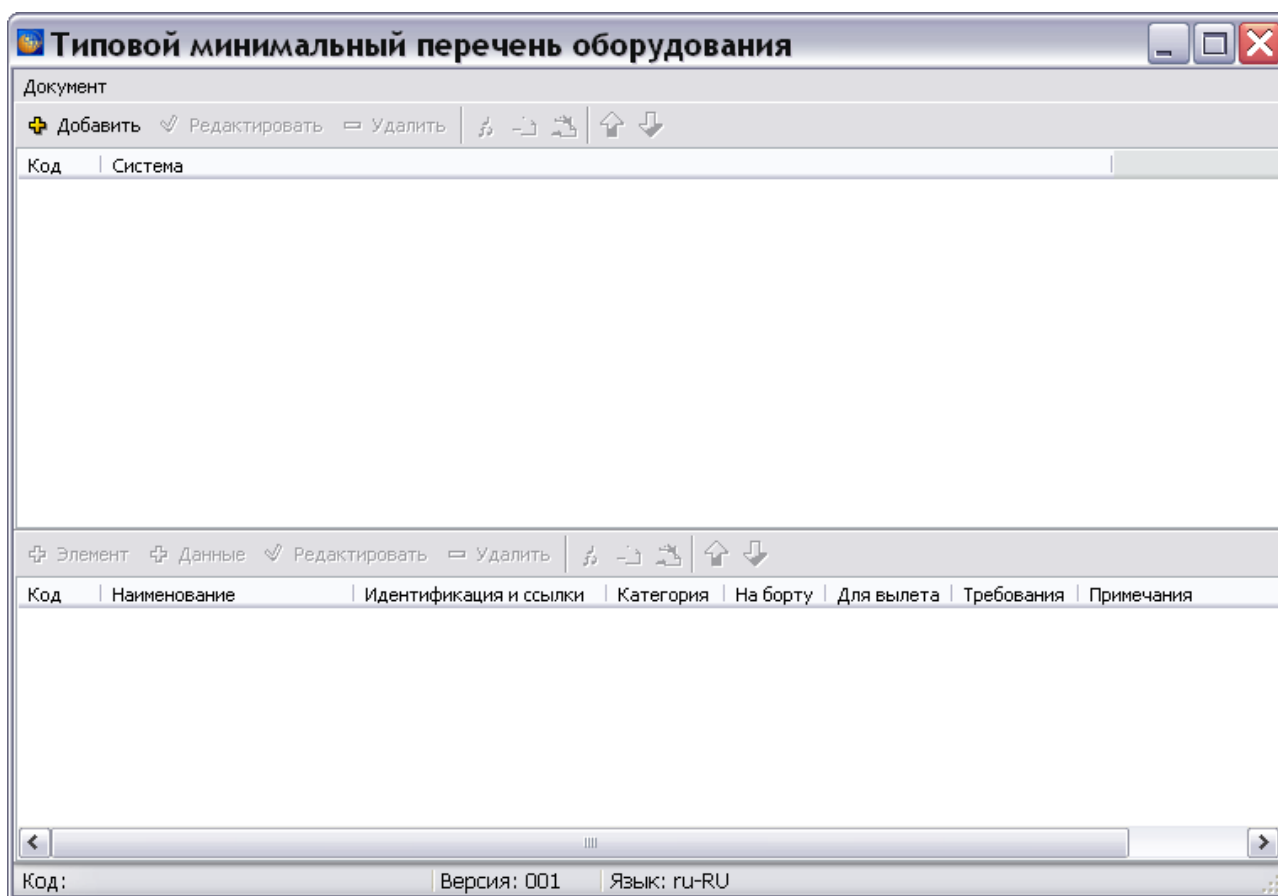

Рис. 12.1
5. Выделите созданную версию модуля данных и нажмите на кнопку  **Редактировать**. При этом откроется окно редактора Типового минимального перечня оборудования. (Рис. 12.1).